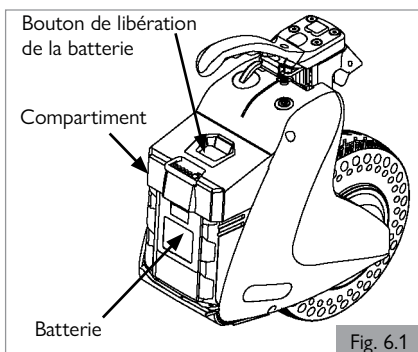

Fig. 6.1
6.1 Introduction de la batterie (Fig. 6.1)
- Déconnectez la batterie en appuyant sur le bouton de libération de celle-ci et sortez-la de son compartiment. (Fig. 6.1)